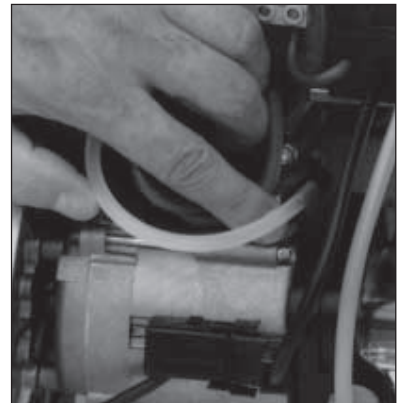

Abb. 11b
- Druckknopf betätigen (Abb. 11b) - Brenner schaltet auf Störung